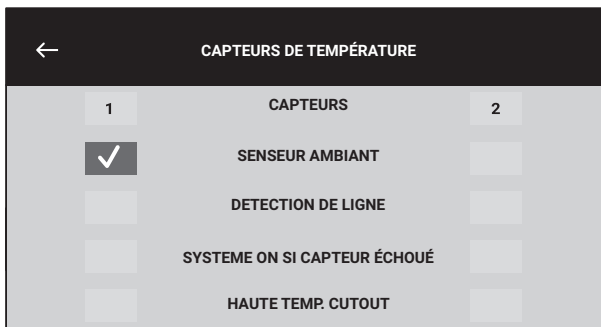

Figure 3.5 Paramètre du capteur
Le paramètre du capteur permet à l'utilisateur de configurer les capteurs de température de manière totalement flexible, comme illustré à la Figure 3.5 ci-dessous :
**Objectif** Le paramètre du capteur permet à l'utilisateur de configurer les capteurs de température de manière totalement flexible, comme illustré à la Figure 3.5 ci-dessous :